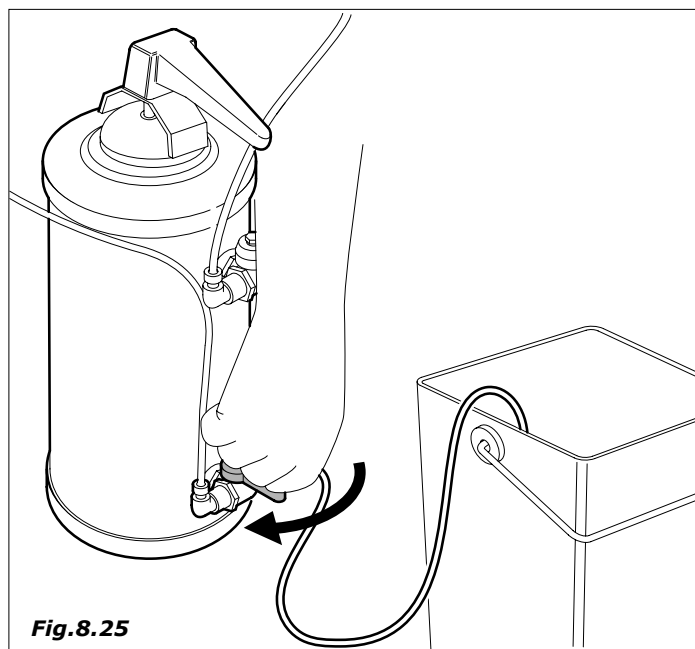

Fig.8.25
- dejar circular el agua hasta que salga limpia (Fig.8.25)